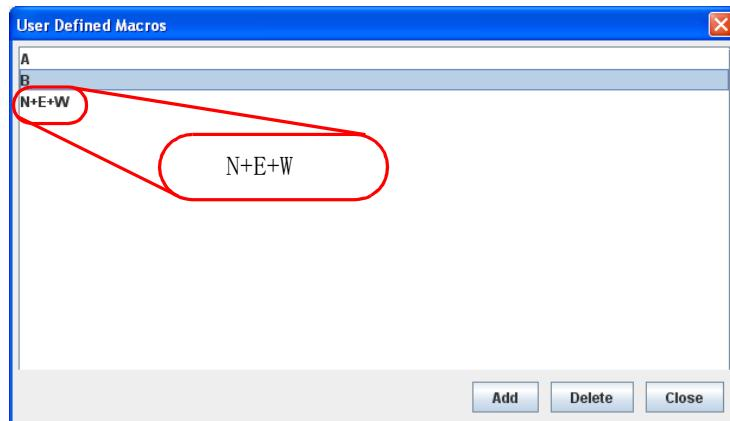

図 37: AVR ウィンドウ - 「キーボード」メニュー - 「ホットキーの追加」- 「ユーザー定義マクロ」(2)
5. ホットキーを削除するには、対応するエントリ（105 ページ の図 37 に表示される例の「B」）を選択して「削除」をクリックします。